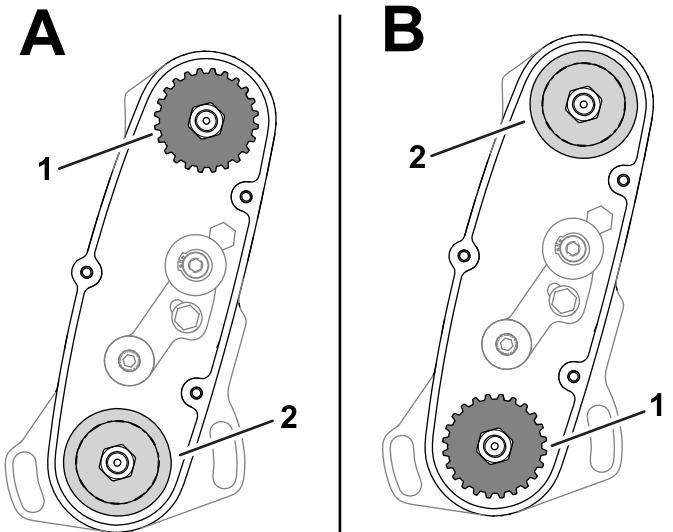

Figura 15
- **POSIZIONE alta:** “A” in Figura 15
- **POSIZIONE bassa:** “B” in Figura 15